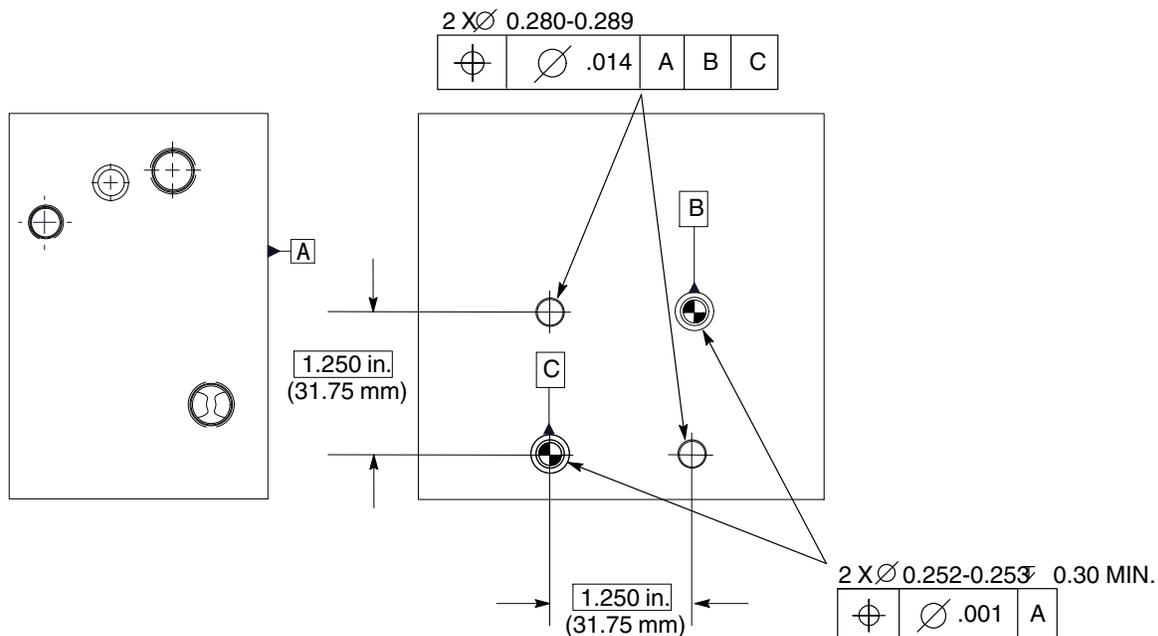

Рис. 4 Автономный монтаж
1. Данные для монтажа дозирующего клапана на монтажной поверхности см. на рис. 4.